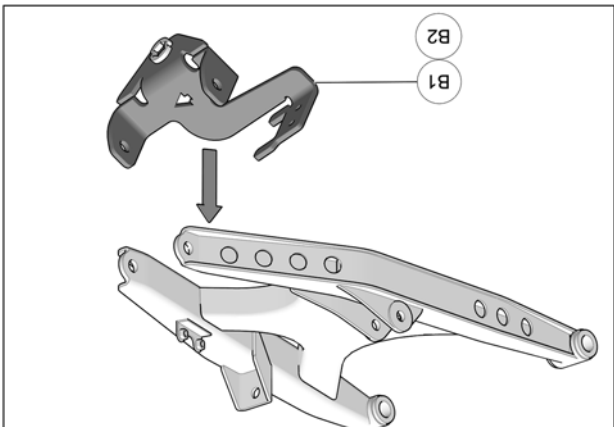

Fig. 5
5. Placer la partie arrière de l'ancrage (B1-B2) en forme de C au bras de suspension inférieur. Fig. 5